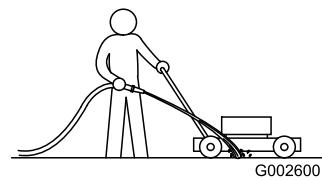

Рисунок 34
1. Установите газонокосилку на ровную поверхность с твердым покрытием, и при работающем двигателе направьте струю воды на пространство перед **правым** задним колесом (Рисунок 34).